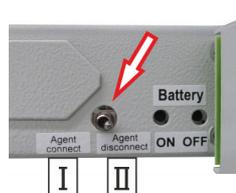

Fig. 17: Interruptor de bloqueo
3. Bloquear el sistema: conmutar el interruptor de bloqueo (Fig. 17/flecha) a "Agent disconnect [bloqueado]" (Fig. 17/ II).
Activar el sistema: conmutar el interruptor de bloqueo (Fig. 17/flecha) a “Agent connect [no bloqueado]” (Fig. 17/ II ).